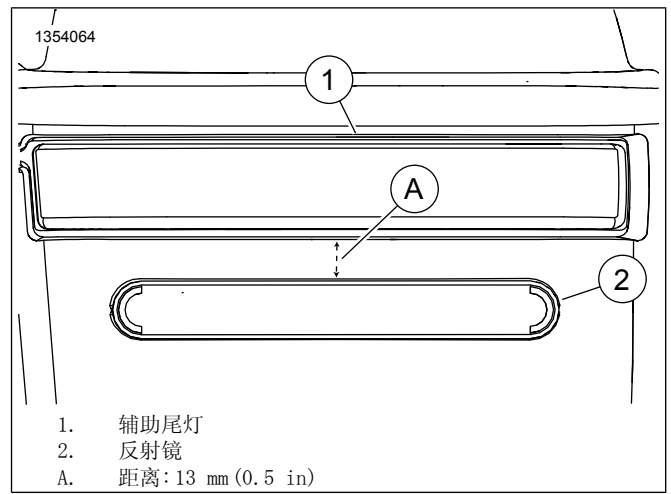

图9。反光片位置
- b. 参见图9。将反光片(2)居中放在边箱后部、辅助尾灯(1)下方距离: 13 mm (0.5 in) 处。